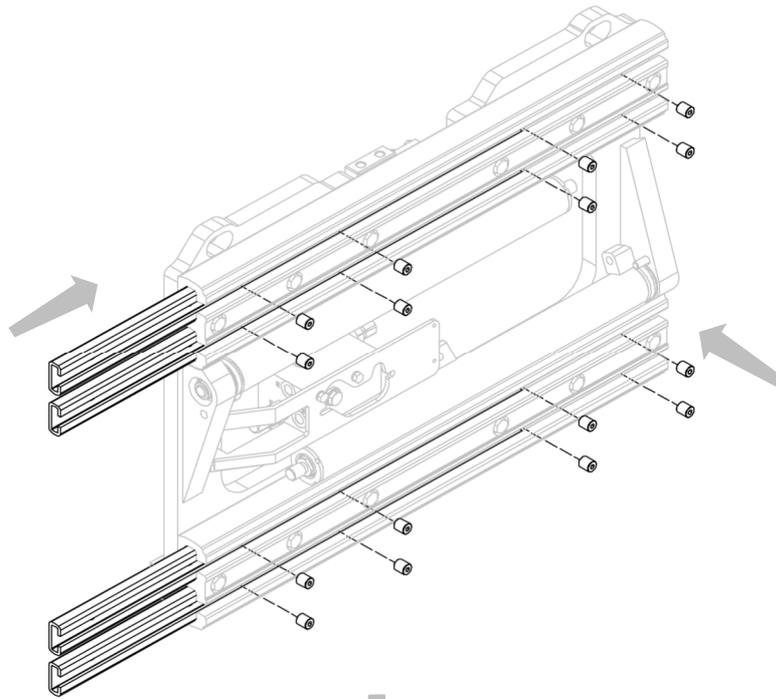
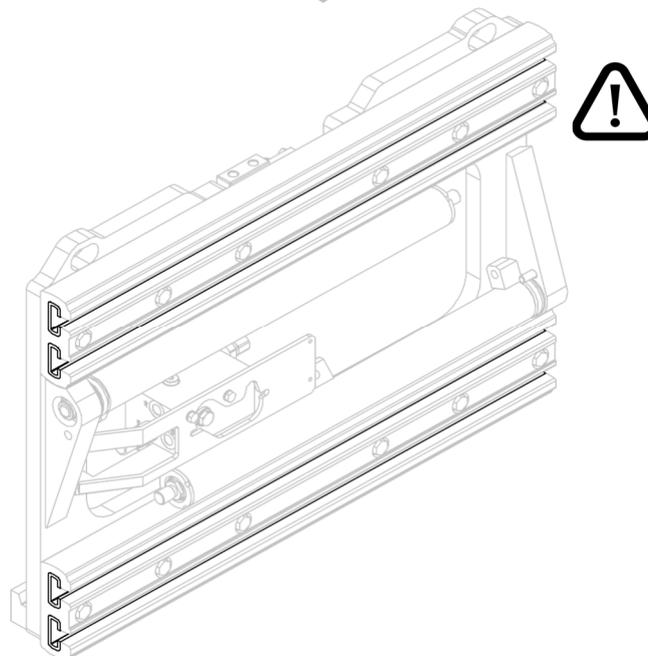

Figure 11
Figure 12
2. Insérer les bagues en nylon et les fixer à l'aide des grains appropriés (voir *Figure 11* et *Figure 12*).